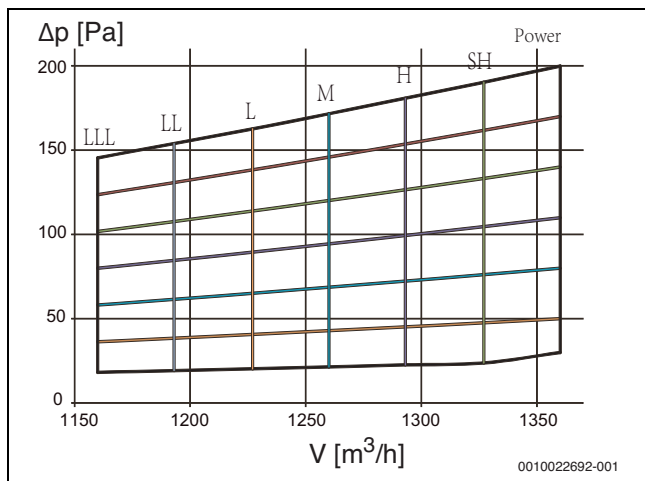
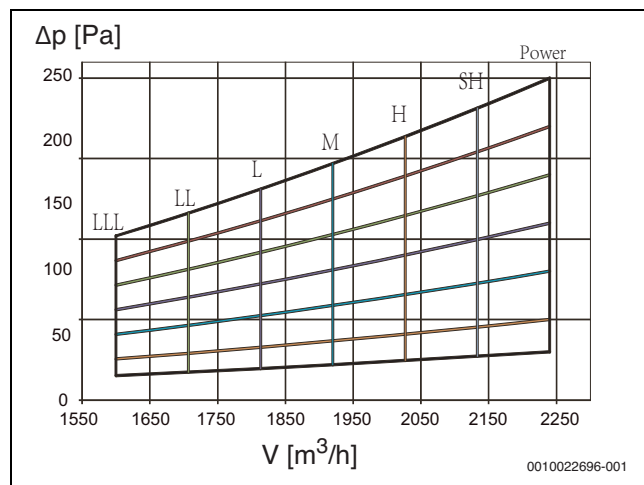

Рис. 22 AF-DH 71-1
Рис. 26 AF-DH 140-1
3. Прежде чем монтировать воздуховод, убедитесь, что статическое давление во внутреннем блоке находится в допустимом диапазоне. Рисунок 22 на рис. 26 показаны характеристические кривые статического давления для внутренних блоков.